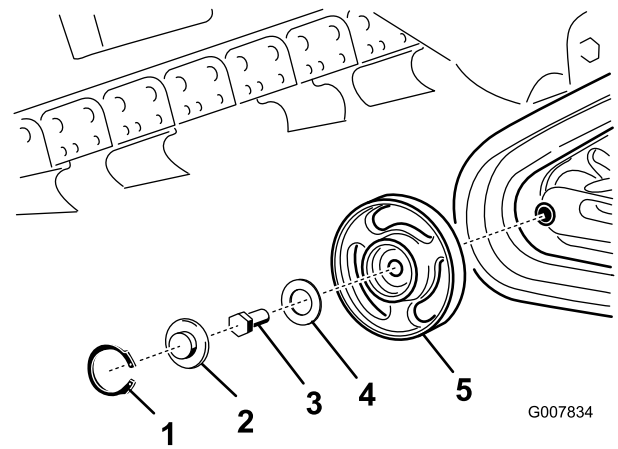

Figure 51
**Remarque:** Il pourra être nécessaire de déposer le galet de roulement extérieur avant. Pour ce faire, enlevez le jonc d'arrêt et le chapeau au centre du galet de roulement (Figure 51). Enlevez ensuite le boulon et le joint du centre du galet, puis déposez le galet de la machine.